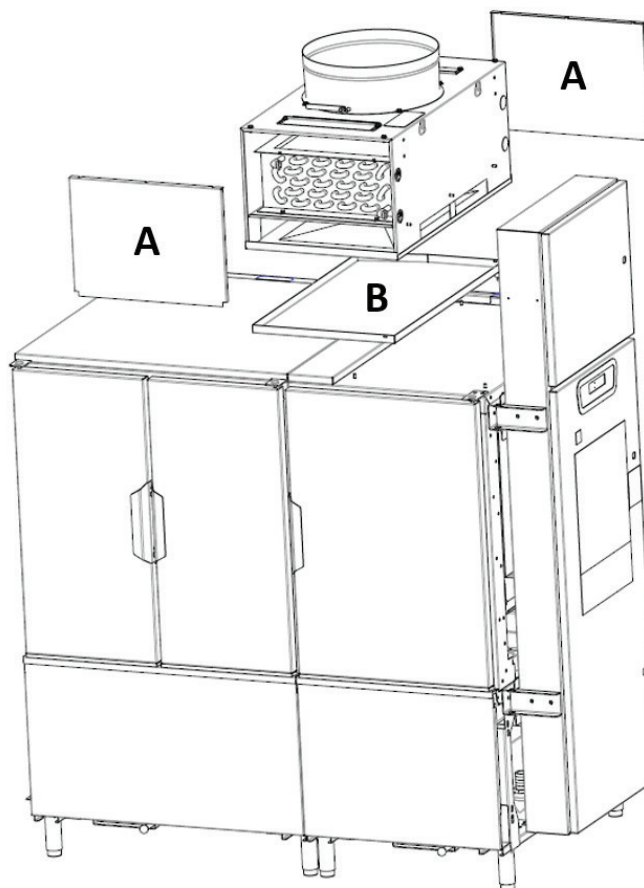

Fig. 2
1. Retirez les panneaux de récupération d'énergie avant et arrière en desserrant les deux écrous sur la partie supérieure de chaque panneau (Fig. 2, élément A).
2. Retirez le plateau de vidange situé dans la base de l'ensemble de la récupération d'énergie (Fig. 2, élément B).